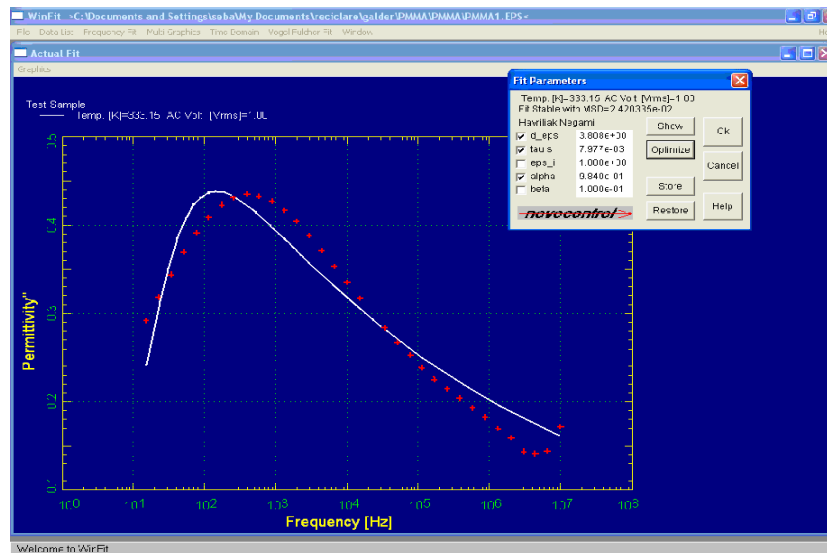

Fig. 22 Aproximarea Relaxării Havriliak Negami
4. *Fereastra Domeniul Timp:* Această fereastră va fi disponibilă dacă WinFIT-ul va fi în modul Relaxare Dielectrică și termenii de aproximare a relaxării Havriliak Negami sunt utilizați prin Selectează Funcția Aproximarea Relaxării din meniul Frecvența Aproximării (se verifică de asemenea dacă este selectată numai funcția Havriliak Negami) (Fig. 22).